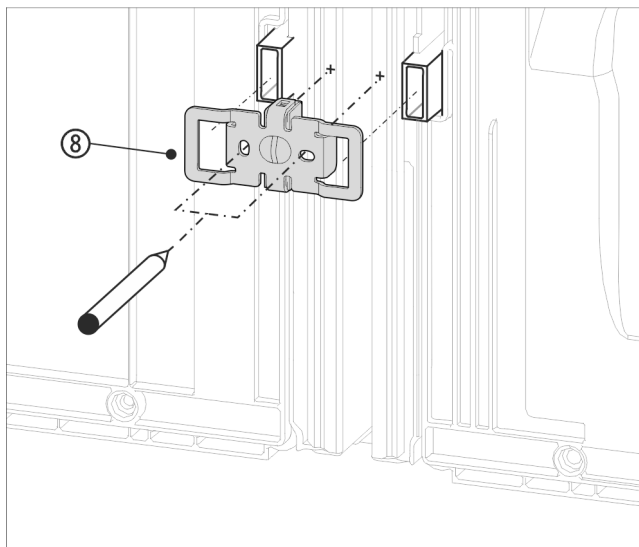

Fig. 17 Voorbeeld
- Hoekstuk Fig. 17 (8) met de uitsparingen boven de opname voor wandafstandshouder schuiven.